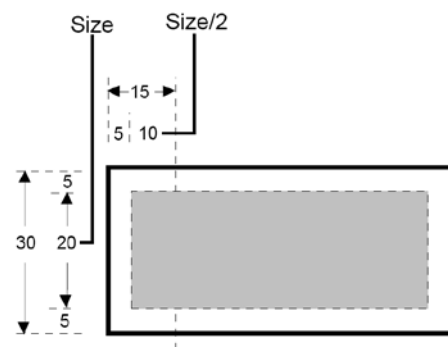

Рис. 10. Расчет размеров окна трафарета для нанесения паяльной пасты.
11. В этой строке в графе Layers в выпадающем списке выберем слой Top Paste, а в графе Size введем значение 20. То есть, уменьшив размер площадки на 10 mils, мы обеспечиваем требуемый зазор 5 mils (рис. 10).